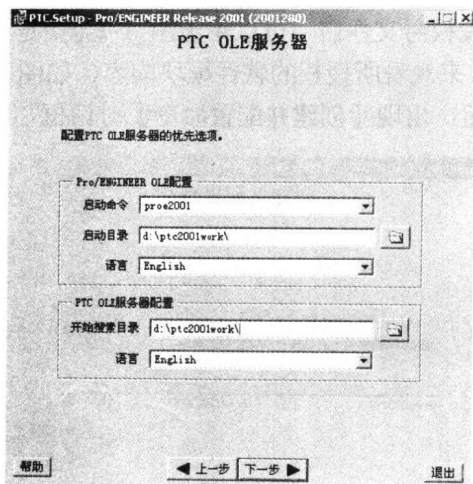
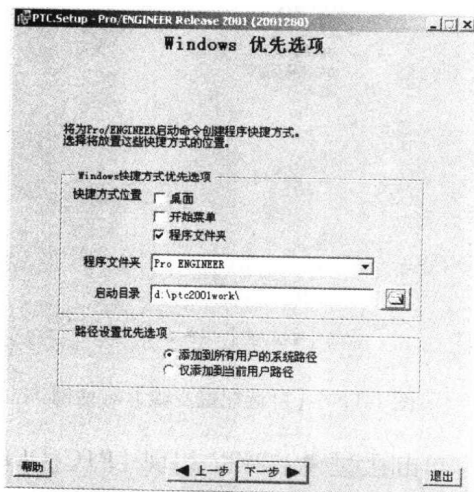

图 1-12 【PTC OLE 服务器】对话框
图 1-14 【Windows 优先选项】对话框
- (15) 保持默认选项, 单击 **下一步** 按钮, 出现【PTC OLE 服务器】对话框, 如图 1-12 所示。
- (17) 单击图 1-12 对话框中的【下一步】按钮，进入【Windows 优先选项】对话框，如图 1-14 所示。